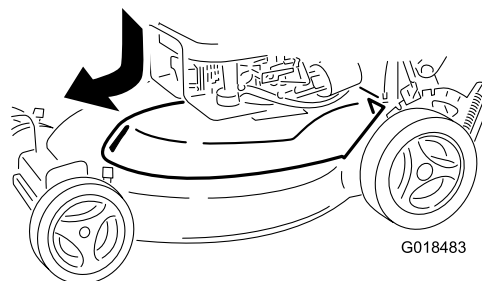

Figura 33
2. Empuje hacia adelante y hacia abajo sobre la parte delantera de la cubierta de la correa para desengancharlo del tornillo de montaje delantero (Figura 33).